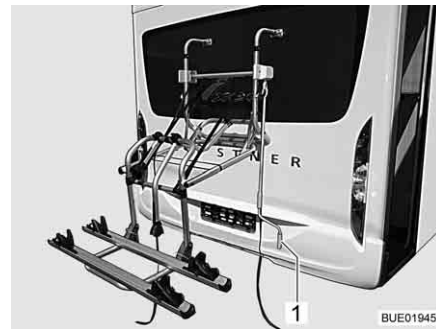

Fig. 4 Porte-vélos, abaissé
- Mettre en place la manivelle (Fig. 4, 1) sur le porte-vélos et abaisser le porte-vélos à portée de main.